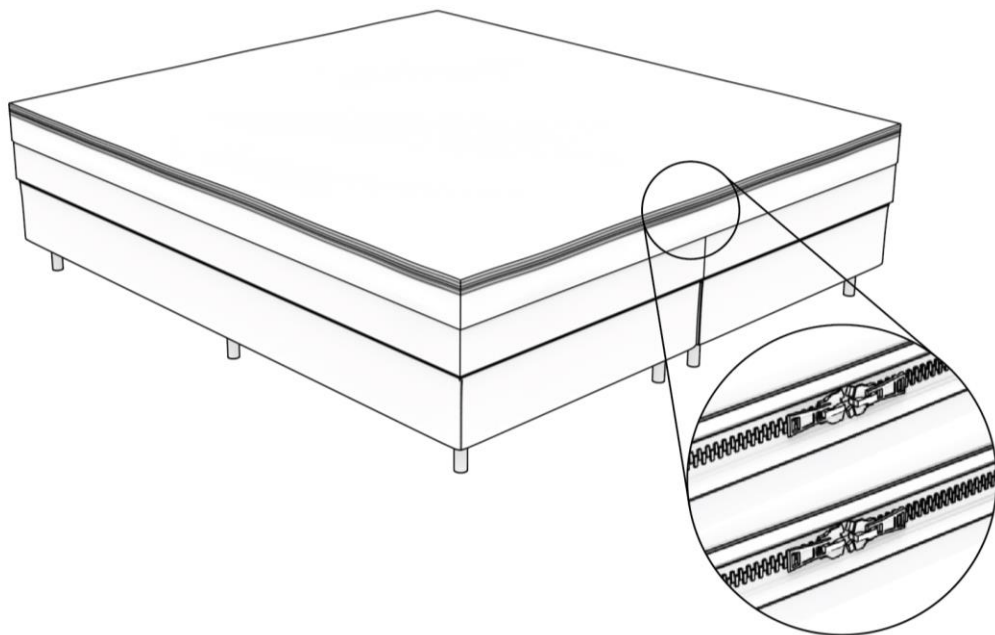

Abbildung 18: Den Topliners zwischen der Unterseite und der Oberseite des Bezuges platzieren und befestigen.
Schritt 21. Dieser Schritt ist nur dann eine Ergänzung zum vorherigen Schritt, wenn Sie einen zusätzlichen Topliner erworben haben. Wenn dies nicht der Fall ist, fahren Sie bitte direkt mit Schritt 22 fort. Falls Sie einen Topliner haben, müssen Sie ihn zwischen der Unterseite und der Oberseite des Bezuges mit einem Reißverschluss befestigen. Sie enden mit einem Doppelreißverschluss, wie in Abbildung 18 dargestellt.